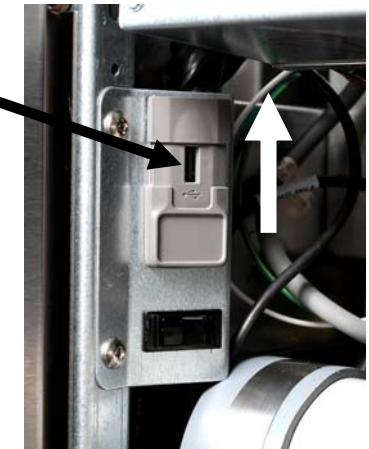

図 48
10. 左端のキャビネットドアを開け、USB カバーを上にスライドさせます(図 48 参照)。